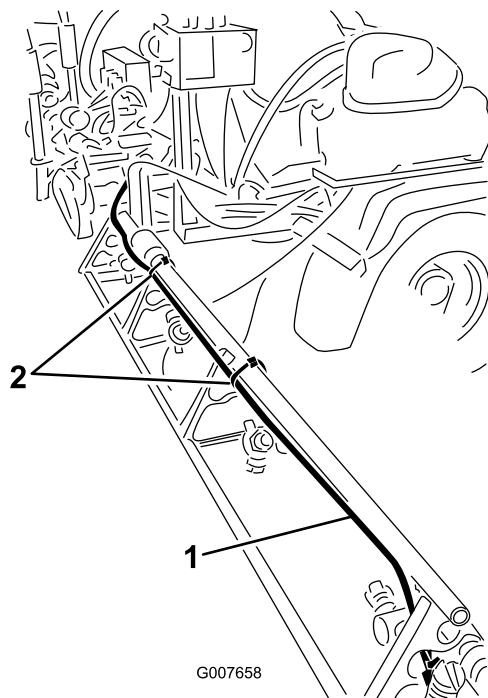

Figura 7
- A. Montate sulla barra destra il flessibile della schiuma lungo il lato posteriore del tubo di supporto superiore (Figura 7).